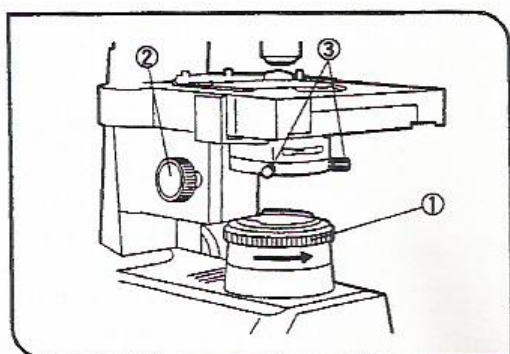

图 19
### (1) 对中视场光阑(图 19 和 20)
1. 用 10X 物镜聚焦样品，逆时针转动视场光阑调节环①，将光阑缩到较小。
2. 转动聚光镜高度调节钮②对视场光阑图象聚焦。
3. 转动两个聚光镜对中旋钮③，把视场光阑图象移动到视场中心。(图 19 和 20)